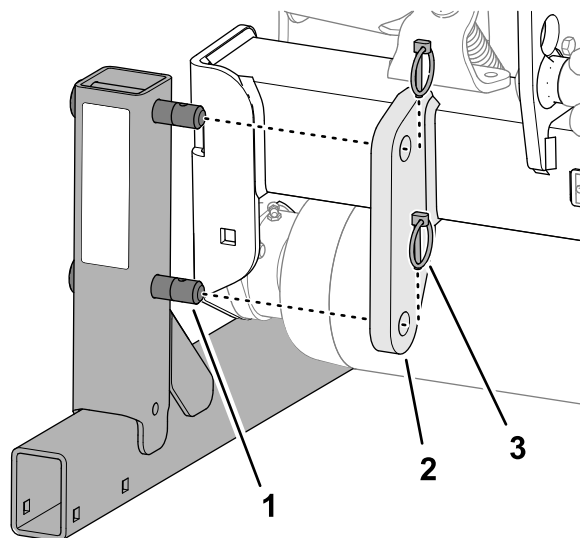

Figure 20
2. Enlevez les 2 goupilles à anneau qui fixent le support de rangement sur la patte du support sur le cadre d'attelage de la machine (Figure 20).
5. Insérez les goupilles à anneau (incluses dans les pièces détachées) dans les ergots des supports pour le rangement (Figure 20).